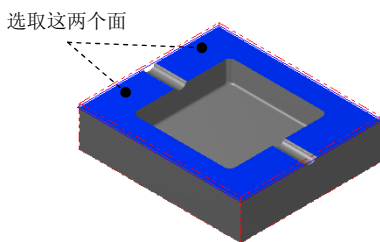

图 11.17 选取干涉面
(2) 单击“刀具路径的曲面选取”对话框  干涉面 区域的  按钮, 在图形区中选取图 11.17 所示的曲面 (共 2 个面), 然后按 Enter 键。